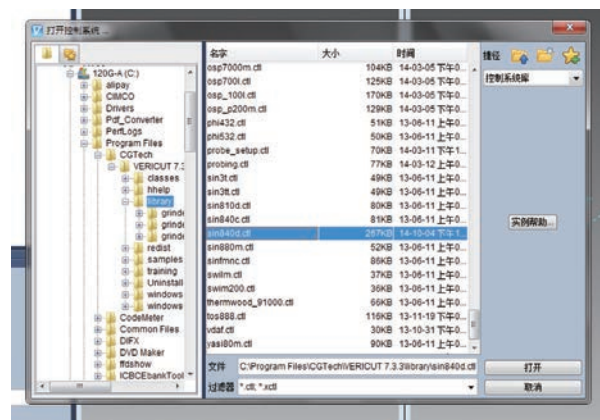

图 7
(1) 双击，打开控制系统，选择系统自带的“sin840d.ctl”文件（图 7）。